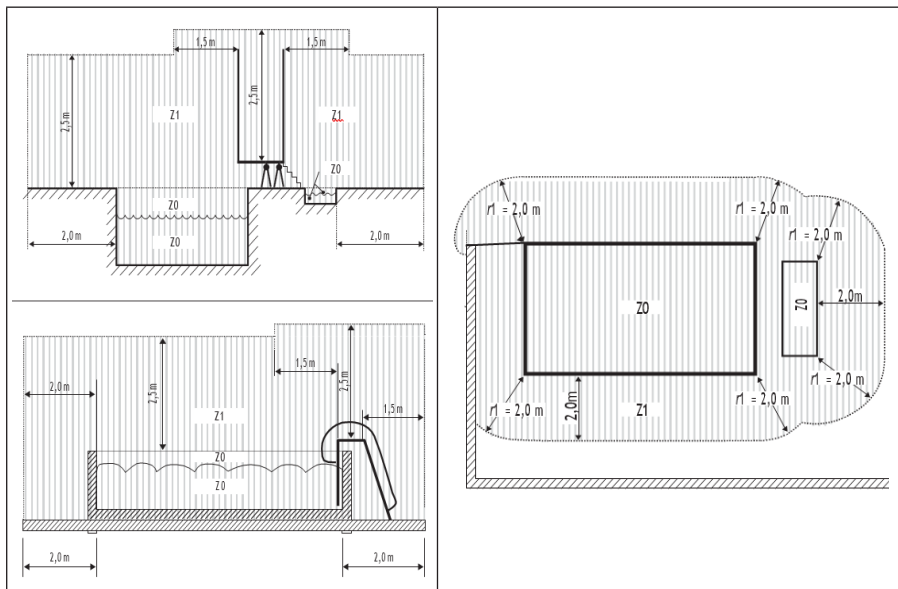

FIGURA 1 - ZONE DE INSTALARE
- Pompa nu poate fi instalată în Zona 0 și Zona 1. Puteți vedea diagrame în Figura 1 – Zone de instalare.
Înainte de toate, verificați dacă dispuneți de toate piesele specificate în Figura 1.